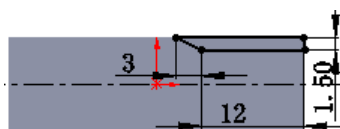

图 16.4.7 横断面草图
② 定义横断面草图。在草图环境中绘制图 16.4.7 所示的横断面草图。
(3) 定义切除深度属性。在“切除—拉伸”对话框**方向 1**区域的**↕**下拉列表中选择**给定深度**选项, 选中**与厚度相等(L)**复选框与**正交切除(N)**复选框, 其他选择默认设置值。
(4) 单击对话框中的**✓**按钮, 完成切除—拉伸 1 的创建。